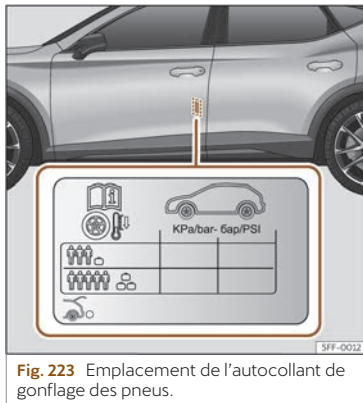

Fig. 223 Emplacement de l'autocollant de gonflage des pneus.
• Si le véhicule est fortement chargé, adaptez la pression des pneus en conséquence >>> fig. 223.
Les valeurs de pression de gonflage figurent sur l'étiquette adhésive située sur la face arrière du cadre de la porte avant gauche >>> fig. 223.
Adaptez la pression de gonflage des pneus à la charge du véhicule. Si le véhicule est chargé au maximum, vous devez augmenter la pression de gonflage jusqu'à la valeur maximale de charge indiquée sur l'étiquette adhésive >>> fig. 223.
Dans le cas de la roue de secours de taille réduite (125/70 R18), la gonfler à une pression 4,2 bar, comme indiqué sur l'étiquette de pression des pneus >>> fig. 223.
» fig. 223.
- Sur les pneus à froid, la pression devra toujours être celle indiquée sur l'autocollant» fig. 223.